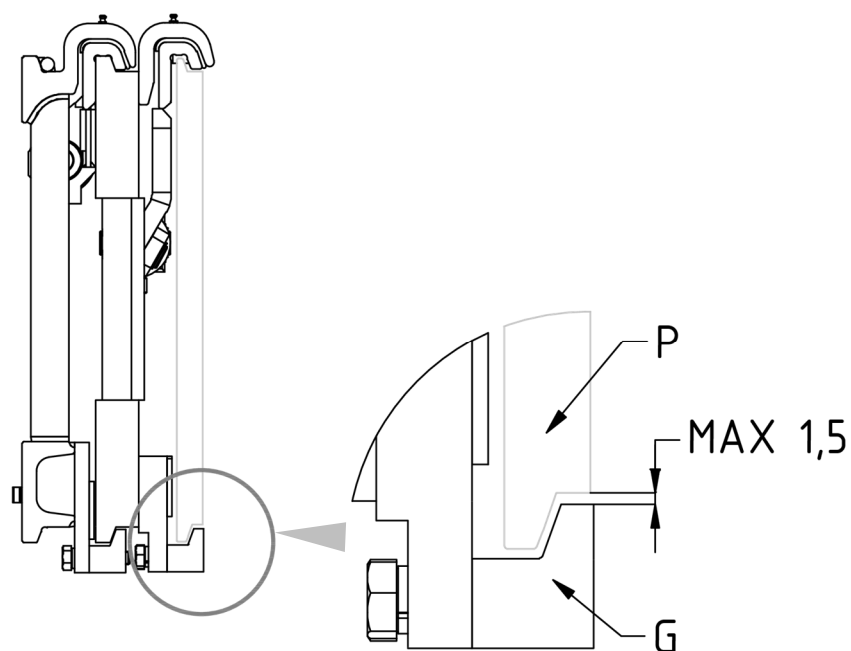
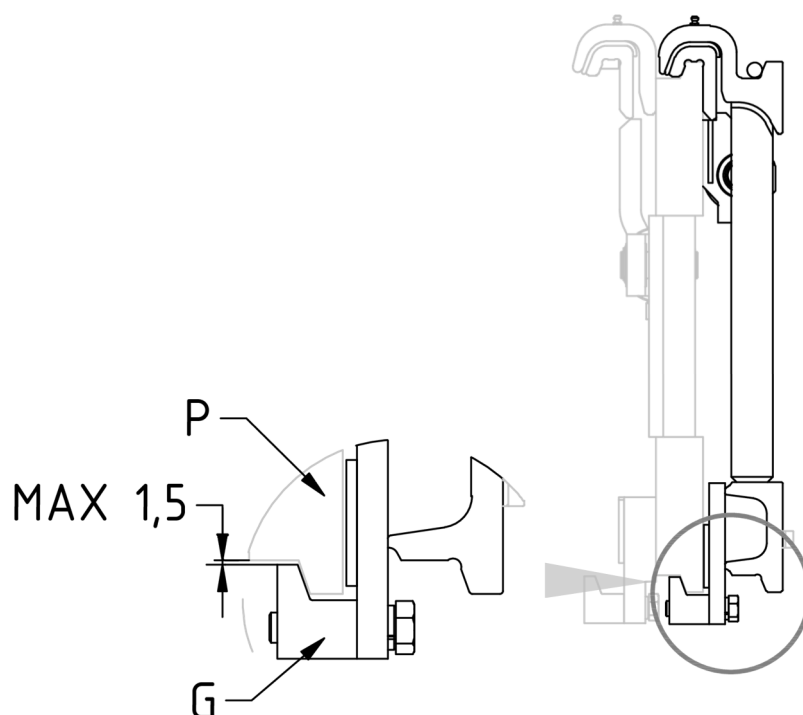

Figure 6
Figure 10
9. Revisser les 2 crochets inférieurs **G** de manière à ce que le corps de ceux-ci reste également accroché en dessous du tablier porte fourche **P** (avec jeu max. 1,5 mm, voir détail *Figure 6*), en serrant avec le couple de serrage indiqué dans le *tableau 3*.
6. Revisser les 2 crochets inférieurs **G** de manière à ce que le corps de ceux-ci reste également accroché en dessous du profil inférieur (**P**) de la structure arrière (avec jeu max. 1,5 mm, voir détail *Figure 6*), en serrant avec le couple de serrage indiqué dans le *Tableau 3*.
4. Contrôler le jeu entre la partie inférieure de la plaque porte-fourches et les crochets inférieurs de l'équipement, en vérifiant qu'il est conforme aux indications de la *Figure 6* (page 12) et *Figure 10* (page 15) et intervenir éventuellement sur le serrage des vis qui les maintiennent.